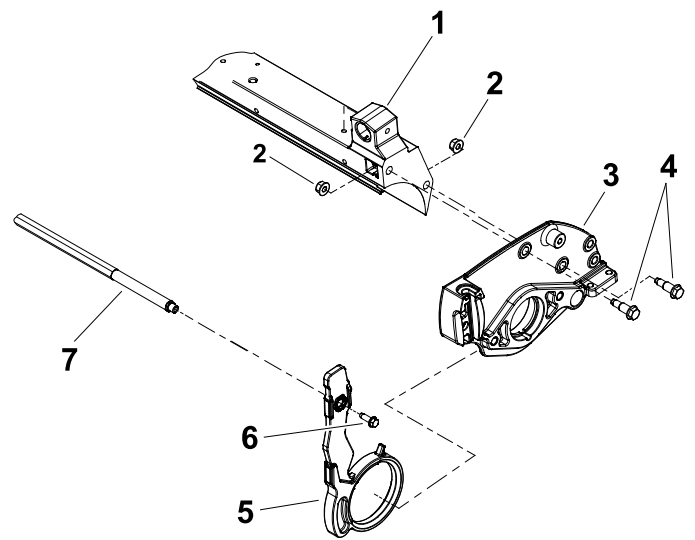

Figure 11
6. Déposez la tige transversale en retirant les vis à embase qui la fixent aux bras d'inclinaison (Figure 11).
8. Retirez les boulons à épaulement et les écrous à embase qui fixent la plaque latérale à la traverse du plateau de coupe (Figure 11).
9. Déposez la plaque latérale de l'arbre du cylindre, des rouleaux, de la barre d'appui et de la traverse du plateau de coupe (Figure 11).
10. Déposez le bras d'inclinaison existant de la plaque latérale (Figure 11).